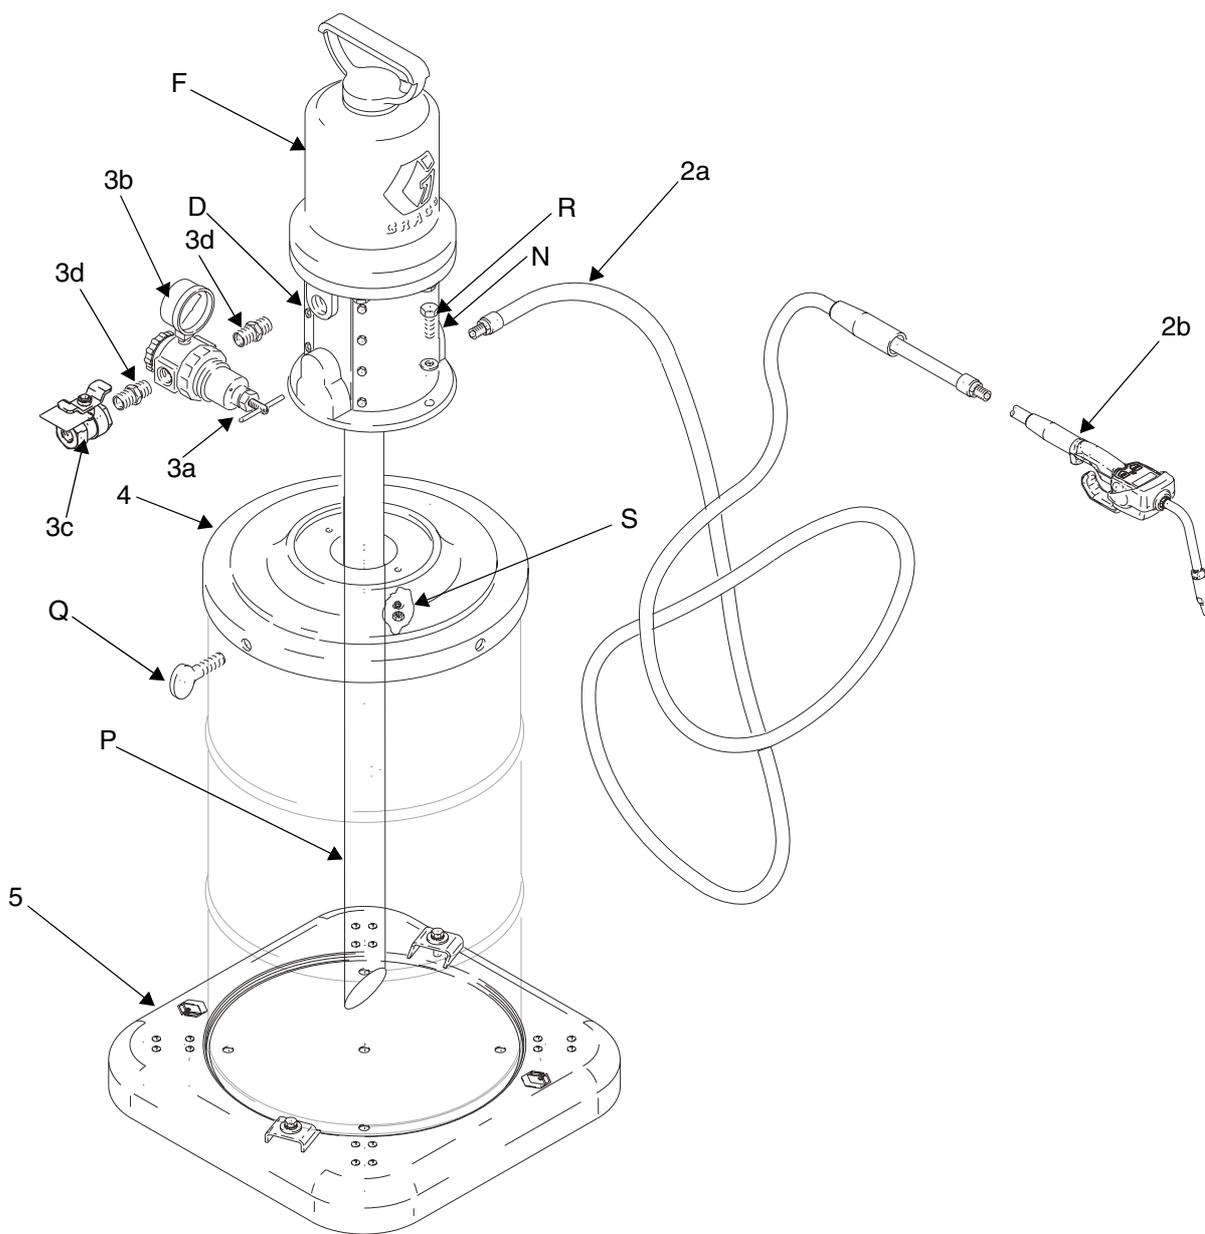

FIG. 4
1. Monter l'embase (5) comme indiqué en FIG. 4. Placer un fût ouvert de 60 litres sur l'embase et le fixer à l'aide des fixations. Serrer les vis des fixations.
2. Pour 246903, couper le tube (P) suivant un angle de 45° pour adapter la longueur du tube à la taille du